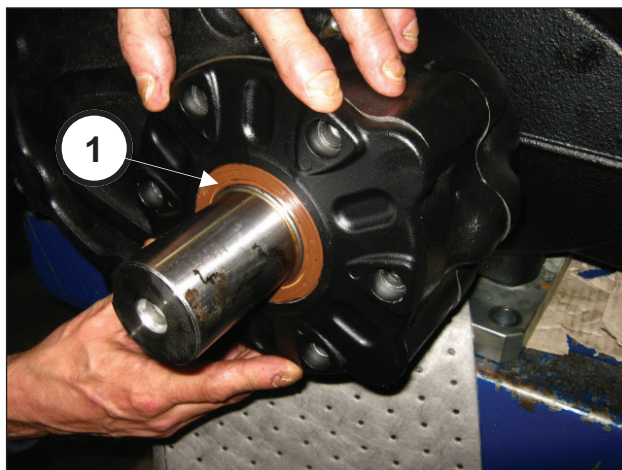

图 87
为避免损坏油封，在将油封插入链轮（位置①，图 87）中时，请格外小心注意。